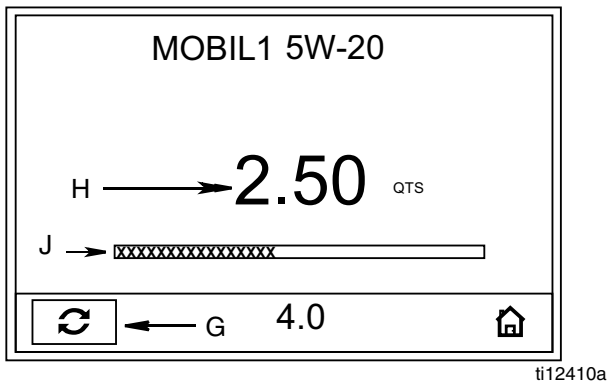

FIG. 25
2. Pulse el botón INTRO central para confirmar la selección. Aparecerá la pantalla de dispensado preajustado (FIG. 25).
El fluido circula. La cantidad mostrada comienza a contar desde cero o desde la cantidad previamente dispensada (FIG. 25) y se visualiza en el campo H. También aparecerá una representación visual del avance de dispensado en la barra de progreso (J).